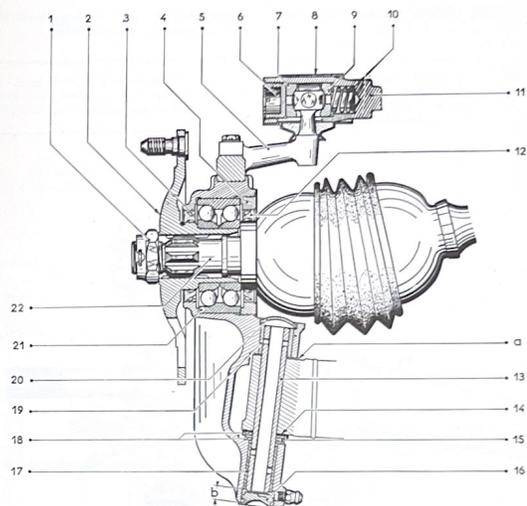

Fig. 4.1.—Sección en el cubo de rueda y en el pivote.
c) Quitar el pasador de la tuerca (1, fig. 4.1) y retirar dicha tuerca de fijación del eje de la transmisión (eje de rueda) al cubo de la rueda. Para ello, mantener fijo el cubo con una barra introducida en uno de sus orificios pasantes, pero con mucho cuidado de que dicha barra no apoye en la palanca de la dirección.
4.1.1.3. Montaje de la transmisión, lado de la rueda (fig. 4.1).
Distancia del extremo inferior del eje con relación al borde del pivote ("b", fig. 4.1):	mm 5,75 a 6
Juego entre pivote y brazo ("a", fig. 4.1):	mm 0,10 a 0,40